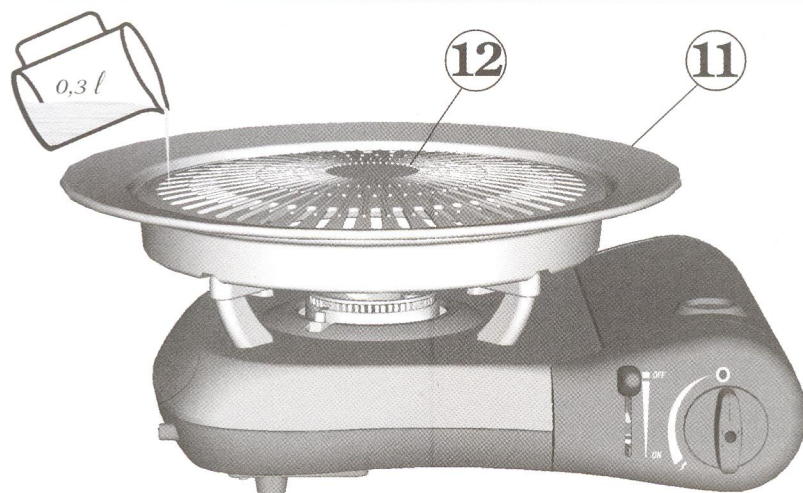

fig. 4
- Mettez en place le bac à eau récupérateur de graisses (11). Vérifiez que le compartiment à eau est bien stable sur les bras en aluminium (9). (fig. 4)
- Remplissez le bac avec environ 0,3 litre d'eau et positionnez la plaque de cuisson (12) centrée sur le compartiment à eau. (fig. 4)
- Cuisson : La plaque de cuisson (12) est revêtue d'un traitement anti-adhérent de haute qualité qui permet une cuisson saine.